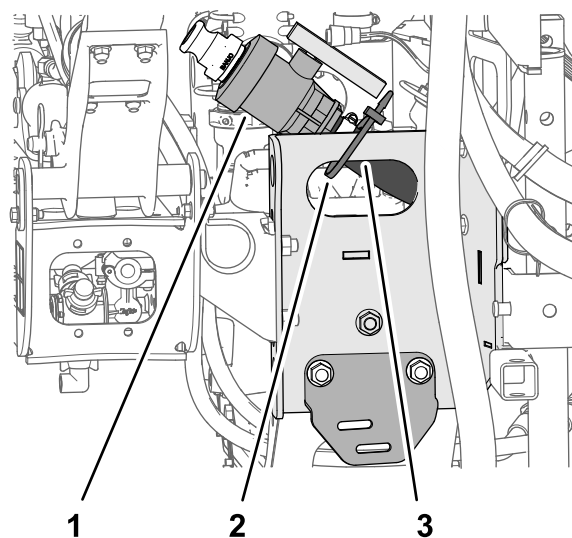

Figura 13
1. Demontai colierul de cablu care fixează robinetul de evacuare i furtunul pentru rezervorul pulverizatorului pe canalul saniei (Figura 13).